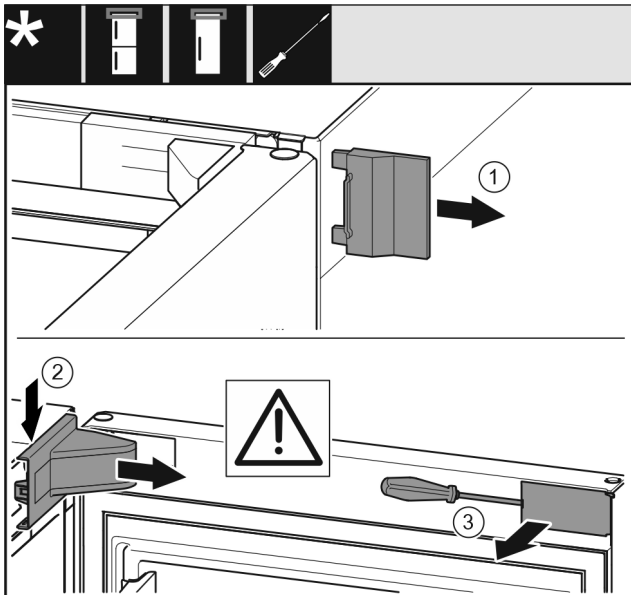

Fig. 6
- ▶ Tag den udvendige afdækning af Fig. 6 (1)
- ▶ Klik hængselkonsollens afdækning ud, og løsn den. Tag hængselkonsollens afdækning af Fig. 6 (2)
- ▶ Løsn blindpladen med en flad skruetrækker, og drej den til side. Fig. 6 (3)